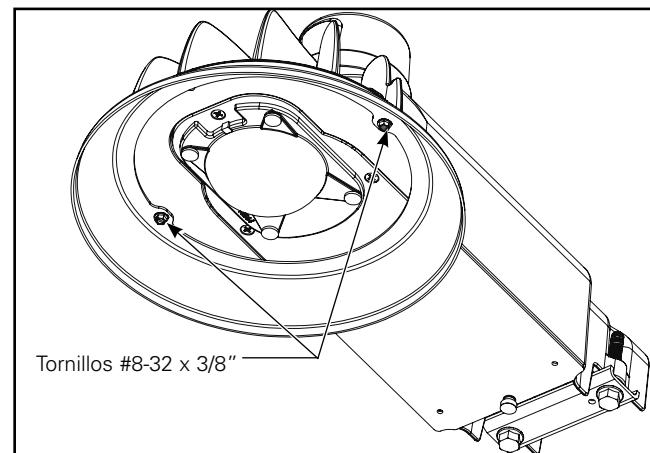

Figura 11.
1. Inserte los tornillos de rosca provistos en los orificios de montaje. Apriete a 12 o 14 in-lbs. (Figura 11.)